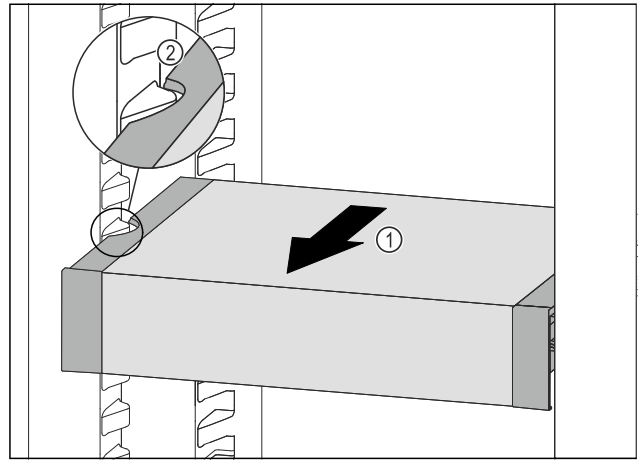

Fig. 116
- VarioSafe nach vorne ziehen Fig. 116 (1), bis sich die seitlichen Aussparungen des VarioSafes auf Höhe der Behälterrippe im Kühlteil befinden. Fig. 116 (2)